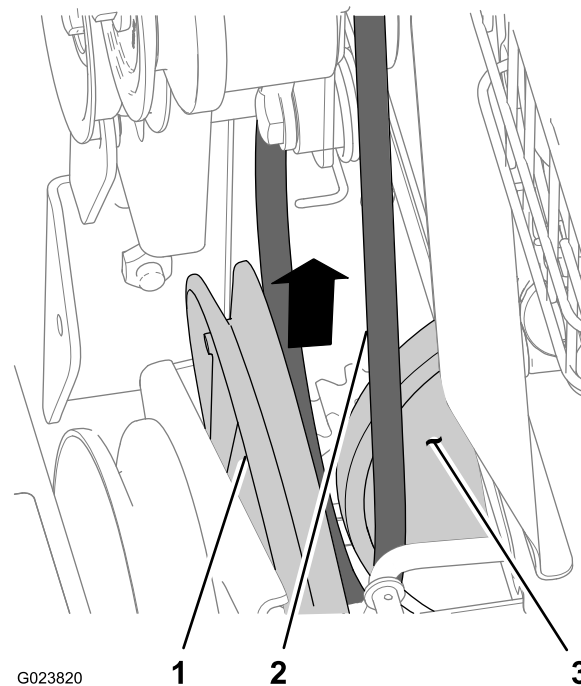

Figura 43
1. Allineate la cinghia di trazione tra la ruota di frizione e la puleggia di trazione (Figura 43).